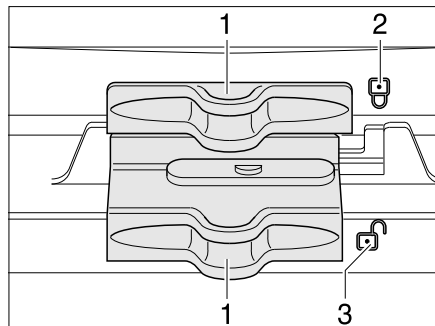

Bild 141 Verriegelung der Kühlschranktür/Frosterfachtür (Dometic 7er-Reihe mit separatem Frosterfach)
- Verriegelung (Bild 141,1) zur Seite schieben, so dass das offene Schloss "🔓" (Bild 141,3) sichtbar ist.
- Verriegelung (Bild 141,1) zur Seite schieben, so dass das geschlossene Schloss "🔒" (Bild 141,2) sichtbar ist.